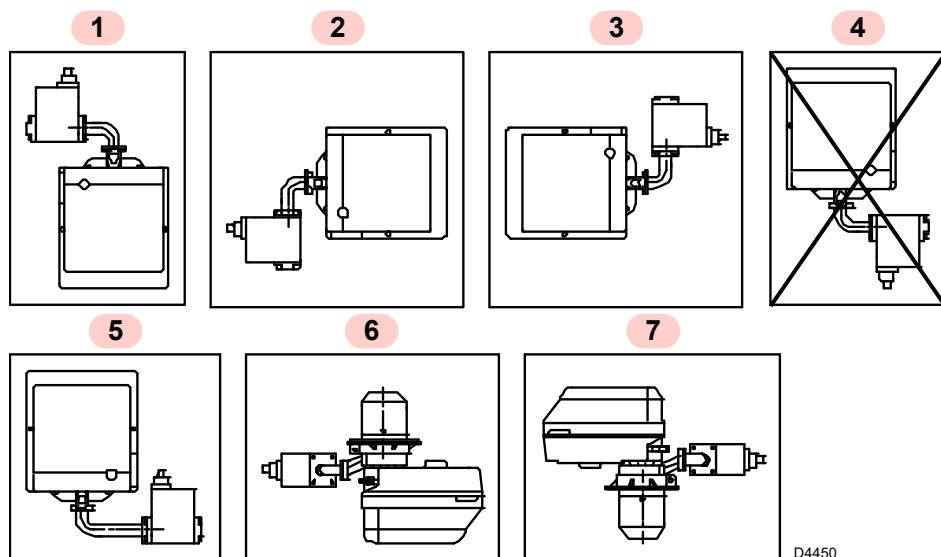

Fig. 7
- Il bruciatore è predisposto esclusivamente per il funzionamento nelle posizioni **1, 2, 3, 5, 6 e 7** (Fig. 7).